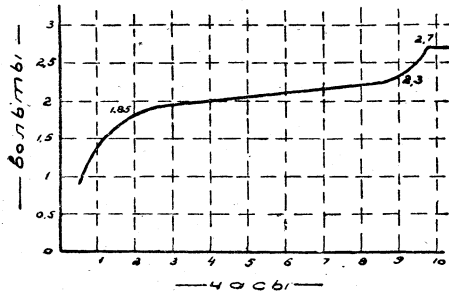

Рис. 2
5. Степень разряда аккумулятора определяется путем измерения вольтметром даваемого аккумулятором напряжения. Напряжение разряжаемого аккумулятора изменяется по графику рис. 2.